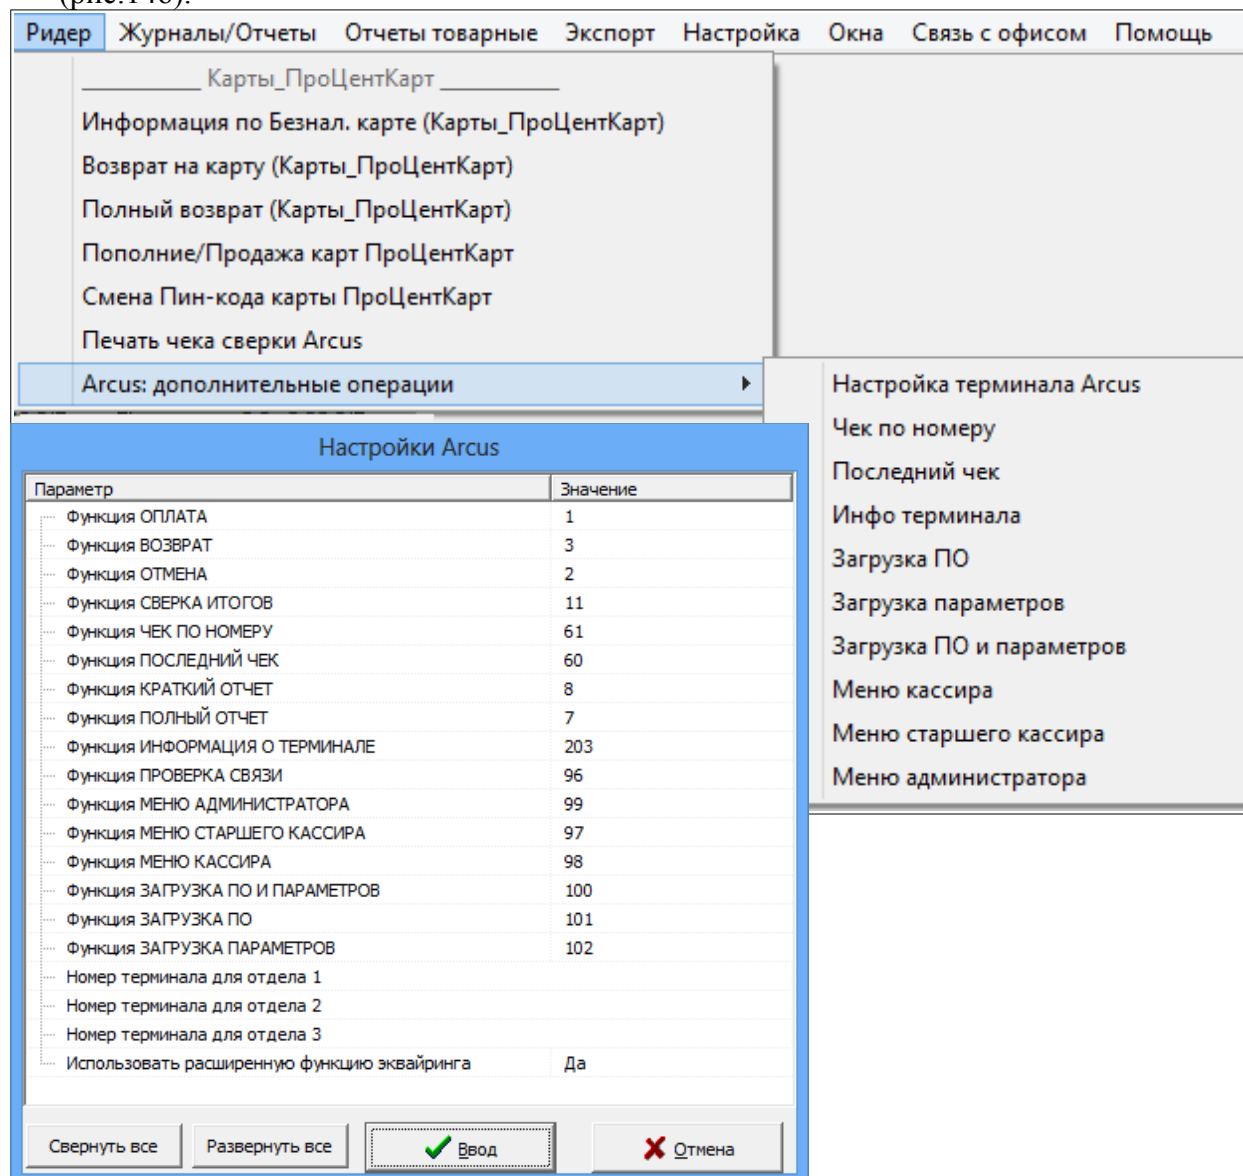

Рис.146
4. В программе оператора ПТК АЗС в меню Ридер\Arcsus:дополнительные операции \ Настройка терминала Arcsus можно задать (изменить) настройки терминала Arcsus (рис.146).